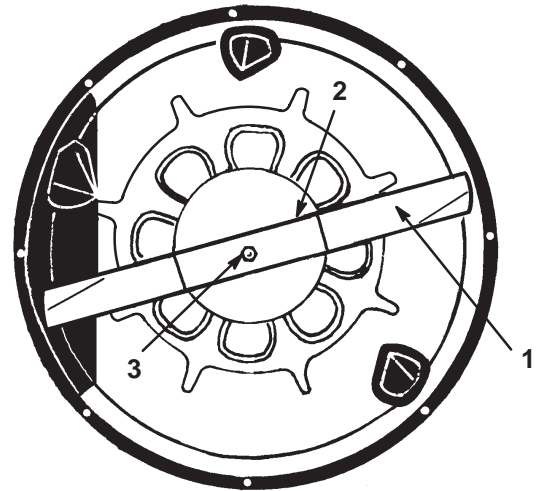

Bild 28
3. Halten Sie das Ende des Messers mit einem stark wattierten Handschuh oder wickeln Sie einen Lappen um es herum. Entfernen Sie die Messerschraube, die Wellenscheibe, die Messerverstärkung und das Schnittmesser (Bild 28). Sie können einen Holzklötz zwischen das Schnittmesser und das Mähwerk keilen, um das Schnittmesser beim Entfernen der Schraube zu blockieren.
1. Bauen Sie das Messer, die Messerverstärkung, die Wellenscheibe und die Messerschraube ein (Bild 28).